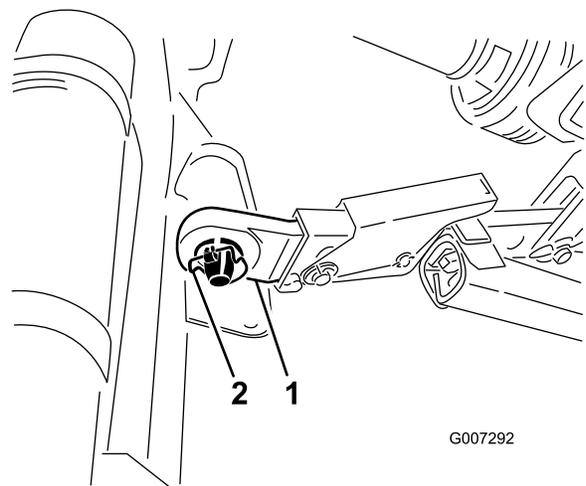

Bild 4
5. Stecken Sie den rechten und linken Unterlenker auf die Anbaustifte (Bild 4).
6. Befestigen Sie die Unterlenker mit Klappsteckern an den Anbaustiften (Bild 4).